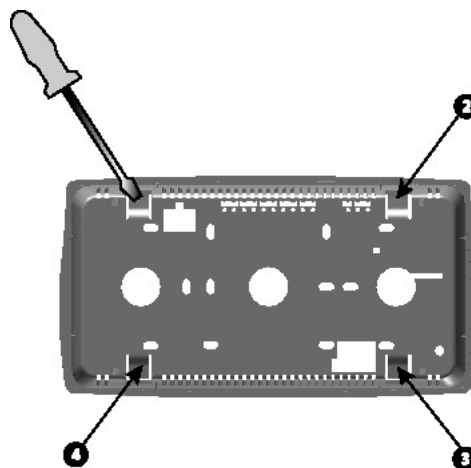

Рис. 11 Отделение Лицевой панели от Основания
- (1) Отделите «ЛИЦЕВУЮ ПАНЕЛЬ» от «ОСНОВАНИЯ» (нажимая отверткой на фиксаторы, расположенные по углам с тыльной стороны – 4 штуки (Рисунок 11)).
- (2) проденьте электрокабель в отверстие в панели и затем через одно из больших отверстий в «ОСНОВАНИИ» (Рисунок 11).